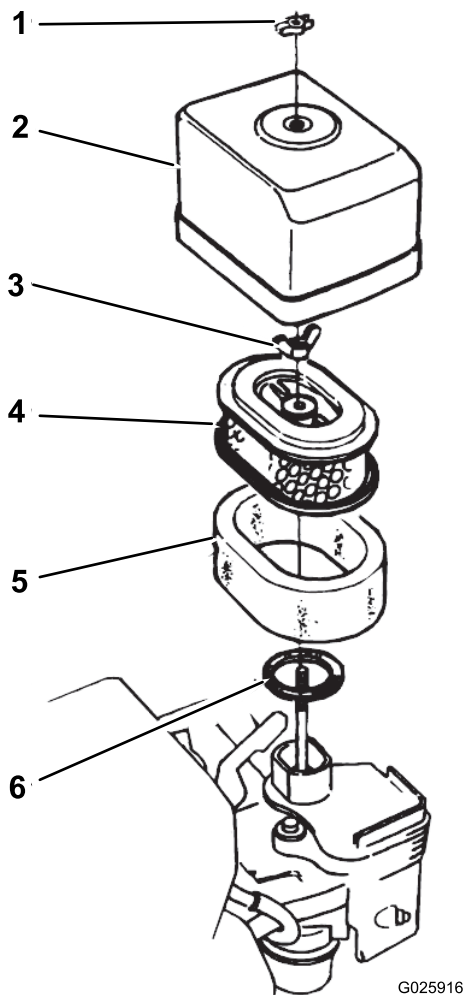

図 31
2. エアクリーナカバーをエアクリーナ本体に固定している蝶ナットを取り、カバーを外す 図 31。
4. エアフィルタの蝶ナットを取り、フィルタを外す 図 31。
5. ペーパーフィルタからスポンジフィルタを外す 図 31。